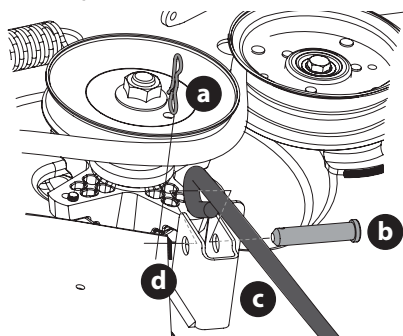

Fig. 45
- b. Extraiga el tercer pasador con unión curva (a) del pasador de horquilla (b) que sujeta la varilla de control de la plataforma delantera (c) al soporte delantero de elevación de la plataforma (d). Extraiga los pasadores de horquilla (b) (Fig. 45).